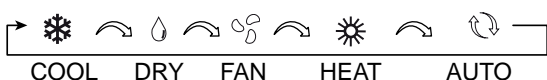

Fig. 27: Betriebsart einstellen
- Mit jeder Betätigung der Taste wechselt die Betriebsart in der in Fig. 27 abgebildeten Reihenfolge.